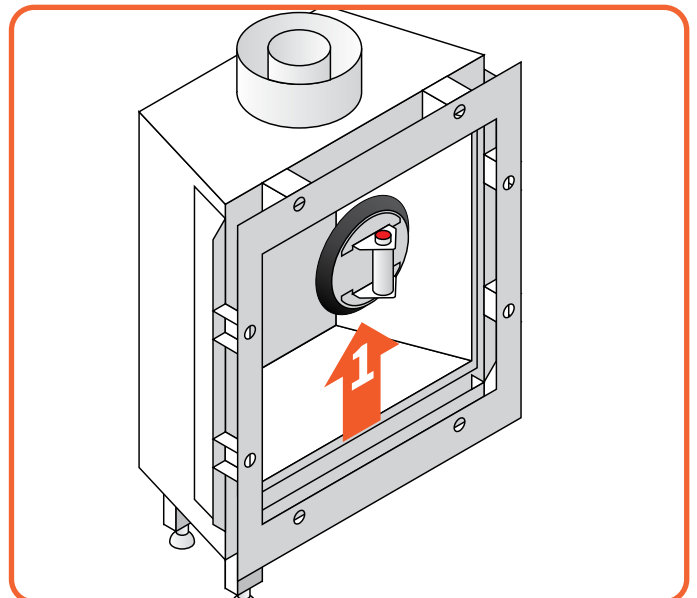

Figure 9.5 | Setzen Sie den Saugnapf auf und heben Sie
- Entfernen Sie die Glasdichtungen. (Siehe Abbildung 9.5)